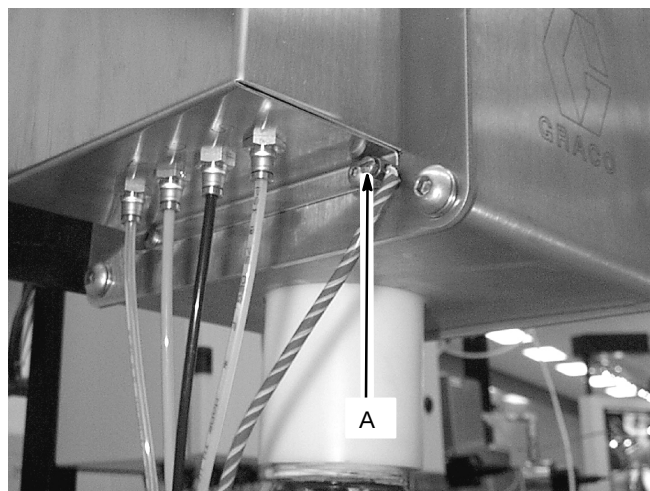

Fig. 3
Caja de lavado de la pistola: Conecte un cable de conexión a tierra a la lengüeta de conexión a tierra (A) de la caja. Conecte la abrazadera de conexión a tierra a una tierra verdadera. Consulte la Fig. 3.